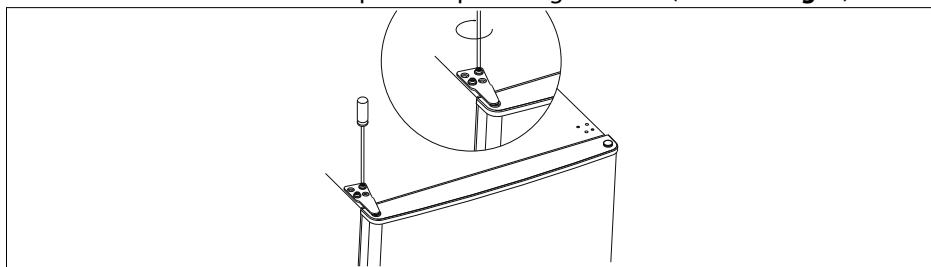

Fig. 9
- ▶ Riposizionare l'apparecchio in verticale. Durante tale operazione trattenere saldamente la porta del vano frigorifero (4).
- ▶ Prima di riavvitare la cerniera superiore, assicurarsi che la porta del vano frigorifero (4) sia a filo con il corpo dell'apparecchio in senso orizzontale e verticale, in modo che tutte le guarnizioni si chiudano.
- ▶ Successivamente riposizionare la cerniera superiore (10) e fissarla stringendo le tre viti. Utilizzare una chiave per dadi per stringere le viti (vedere la **fig. 9**).